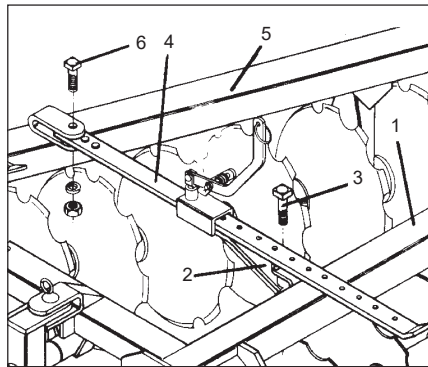

FIGURA 07
11 - Colocar en la armación delantera (1) la alza de traba (2), con el perno (3), pasar la traba (4), por el interior del cuerpo de traba, uniéndola a la sección trasera (5) a través del tornillo (6), conforme **Figura 07**.